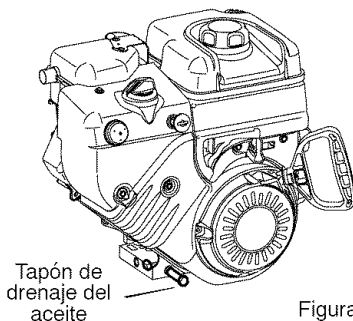

Figura 72
2. Una vez que el motor está caliente, quite el tapón de drenaje del aceite y la **tapa/varilla indicadora del nivel de aceite** (Figura 71 y Figura 72). Drene el aceite en un recipiente apropiado.